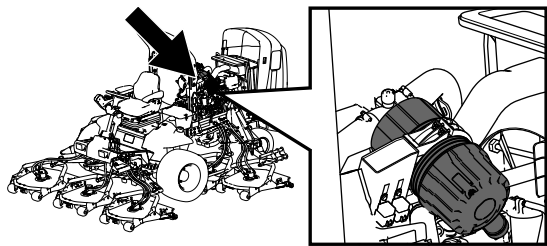

**Bild 87**
Warten Sie den Luftfilter nur, wenn die Wartungsanzeige dies angibt (Bild 87). Das frühzeitige Auswechseln des Luftfilters erhöht nur die Gefahr, dass Schmutz in den Motor gelangt, wenn Sie den Filter entfernen.
2. Stellen Sie die Anzeige (Bild 87) zurück, wenn sie auf Rot steht.